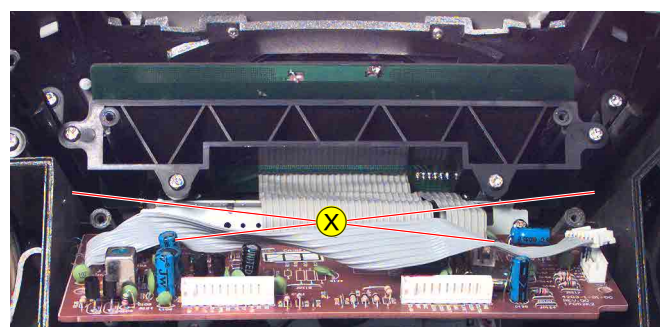

Fig. 14
- 4 Schrauben (X) (Fig. 14) herausschrauben.
- Undo 4 screws (X) (Fig. 14).